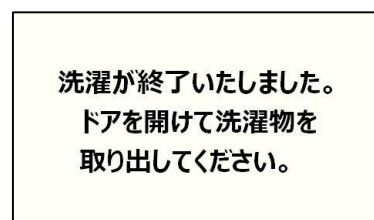

図7-3
- 5) 自動運転中は時間表示が1分単位で減算し、現在の工程が表示されます。自動運転が終了するとブザーが鳴り、ディスプレイにて終了を知らせます。(図7-3)